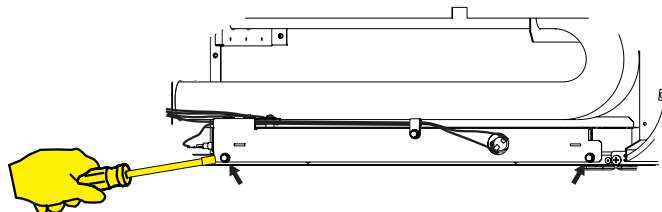

Figure 5
- Installez deux vis à tête hexagonale n° 10 x 1/2 à travers le support du bac à condensats dans le panneau inférieur de la chaudière murale. Ne serrez pas complètement ces vis. **Voir Figure 5.**